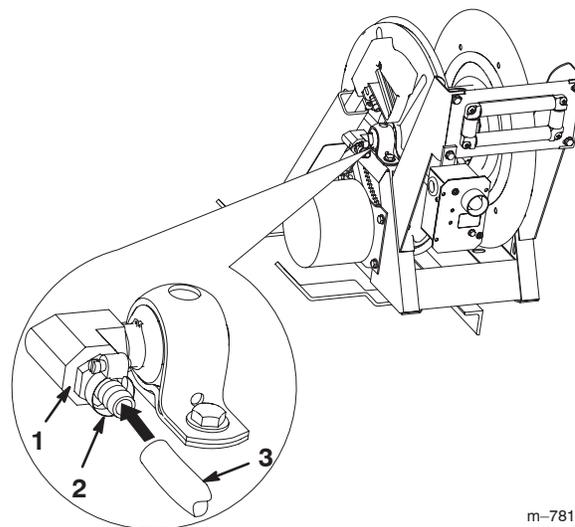

Figure 17
20. Enroulez du ruban Téflon, dans le sens anti-horaire, autour du filetage d'un raccord cannelé (1/2 pouce) et placez-le dans l'orifice d'entrée sur le côté du dévidoir (Fig. 17).
22. Connectez l'extrémité du flexible au raccord du dévidoir (Fig. 17) et fixez les deux extrémités avec 2 petits colliers.